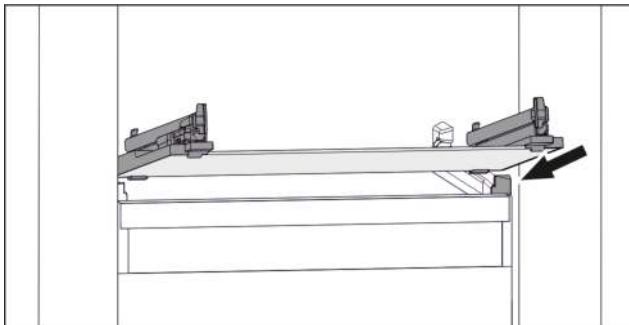

Fig. 67 Beispielhafte Darstellung der Glasplatte
- ▶ Glasplatte schräg hinter den Stopporen aufsetzen. (siehe Fig. 67)